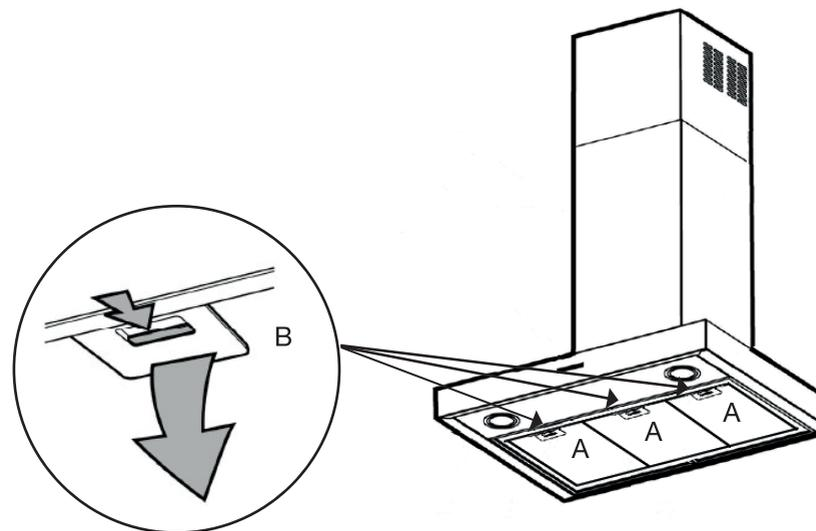

Figure 8
1. Retirez les filtres anti-graisse comme indiqué dans la section précédente (Fig. 8).